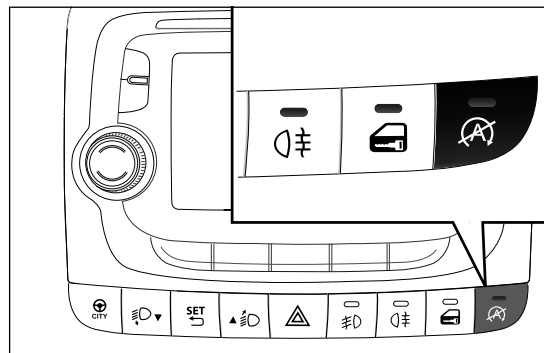

fig. 110
Para activar/desactivar manualmente el sistema pulsar el botón (A) fig. 110 (situado en el panel de mandos del salpicadero).